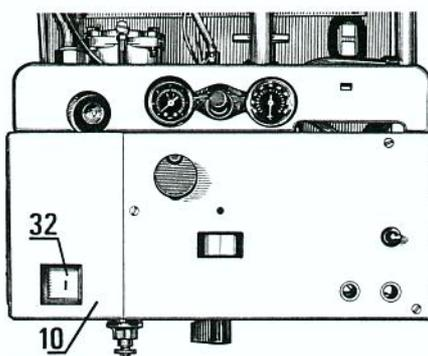

Fig. 17
- Enlever le porte fusible (32) (fig. 17).
- Ouvrir la porte du boîtier (10) (fig. 17).
- Refermer la porte (10).
- Remettre en place le porte-fusible (32) (fig. 17).